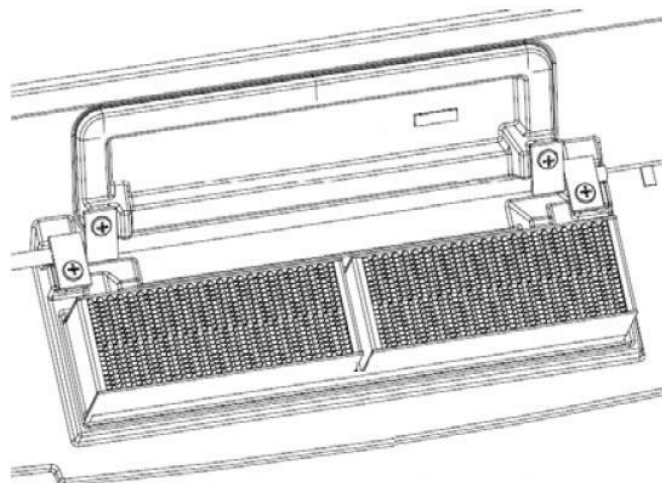

図 9. コンバスターの収め方
9. コンバスターを元の位置に収めます。コンバスターがぴったりとおさまるように、ゆっくりとコンバスターを元あった場所へ押し込みます。(図9. 参照)